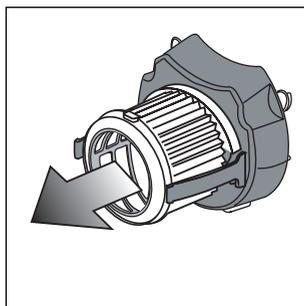

Fig. 18
- Estrarre quindi il filtro HEPA\* lavabile (fig. 18).